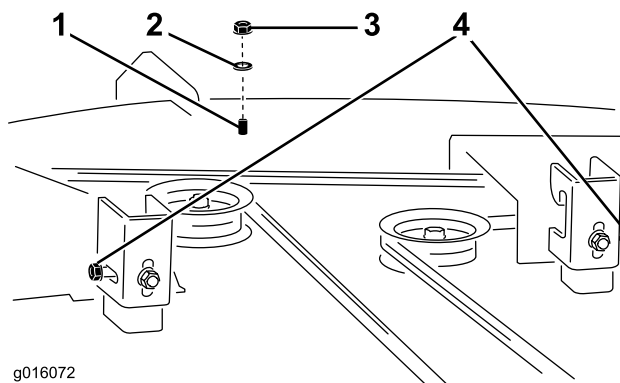

Figure 2
1. Desserrez, **mais ne retirez pas**, l'écrou à embase sur l'extérieur de chaque support de suspension à l'arrière du plateau (voir Figure 2).
2. Retirez le boulon, la rondelle et l'écrou existants comme illustré à la Figure 2 et mettez-les de côté.